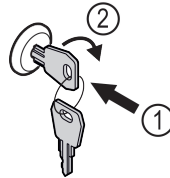

Fig. 209
- 按入钥匙。 Fig. 209 (1)
- 将钥匙顺时针转动 90°。 Fig. 209 (2)